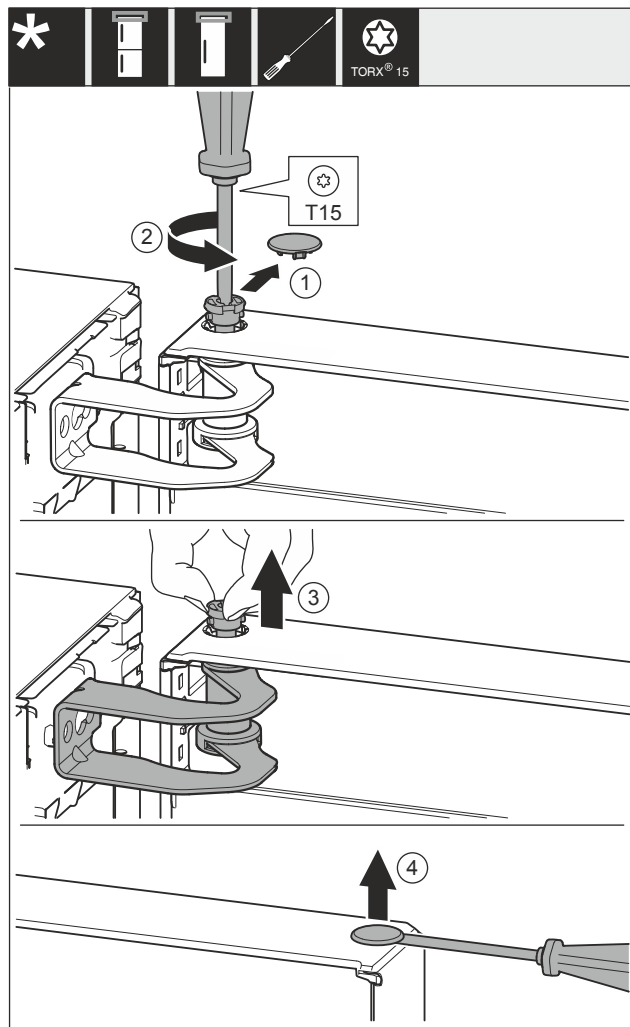

Fig. 27
- Rimuovere con cautela la copertura Fig. 27 (1).
- Estrarre di un passo i perni Fig. 27 (2) con un cacciavite.
- Estrarre i perni Fig. 27 (3) con le dita.
- Sollevare la copertura Fig. 27 (4) con cautela con un cacciavite e rimuoverla.